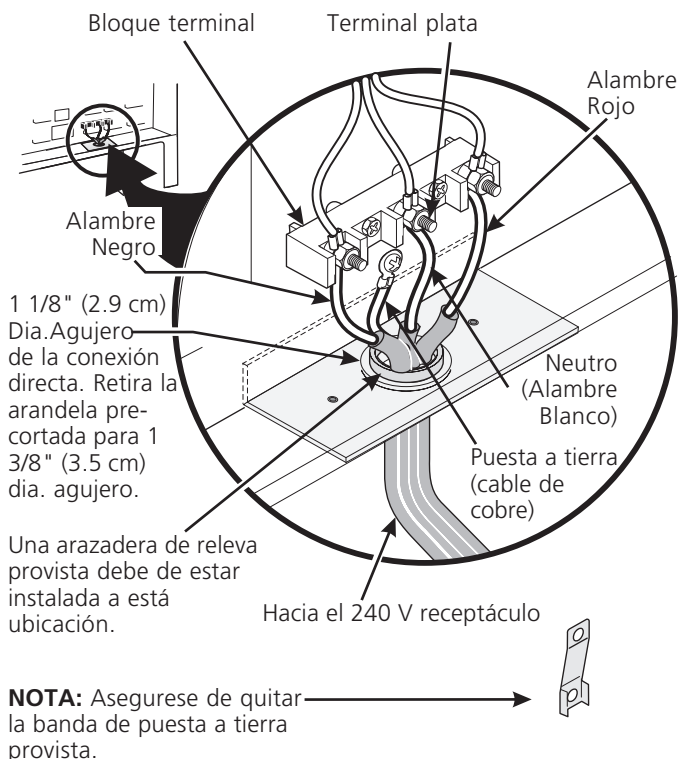

Figura 5
Para las casas sobre ruedas, las nuevas instalaciones, en los vehículos de recreación o en las áreas donde los códigos locales no permiten la conexión del conductor a tierra al neutro, un ensamblaje de suministro eléctrico de 4 conductores para estufas, clasificado a 125/250 voltios mínimo, 50 amperios mínimo, debe de ser utilizado (ver la figura 5).
4. Conecte el alambre de tierra (verde) del cable de bronce del suministro eléctrico al armazón del electrodoméstico con el tornillo de la base, usando el hoyo del armazón por donde retiró la correa de la base (vea figura 5).
6. Repone las 3 tuercas desajustadas en el bloque terminal (vea figura 5).
Si el aparato está conectado directamente al cortacircuito, a la caja de fusibles o a la caja de empalmes, use un cable blindado flexible o no metálico recubierto de cobre (con alambre a tierra). Provee una abrazadera relevo de anclaje homólogo UL a cada extremidad del cable. A la extremidad del electrodoméstico, el cable pase a través del agujero de la conexión directa (ver figura 5) en el cordón de la placa de montaje. El tamaño de los alambres (**alambre de cobre solamente**) y las conexiones deben estar conforme al régimen del electrodoméstico.